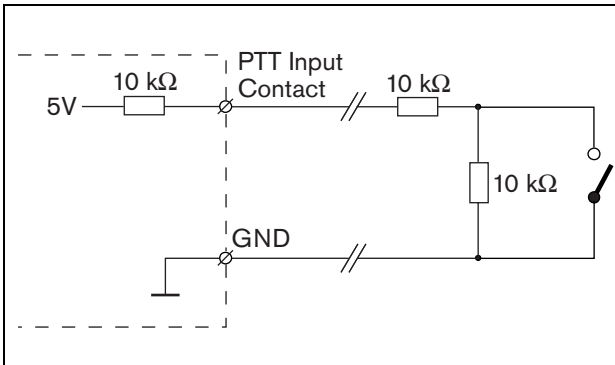

Abbildung 21.8: Sprechaste (PTT)
- Sprechaste. Siehe Abbildung 21.8 für ein Anschlussschaltbild. Die beiden Widerstände müssen in der Schaltung platziert werden, da die Kontakte immer von der Systemsoftware überwacht werden.